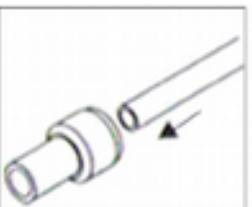

Рис. 4
- Втолкнуть шланг в быстроразъемный фитинг (правильно установленный шланг углубляется на 1,5 см в быстроразъемный фитинг) (рис.4).